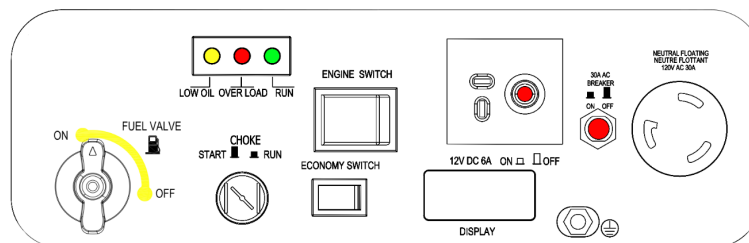

Figura 2. Pannelli di controllo
2.2 Pannello di controllo, Figura 2.